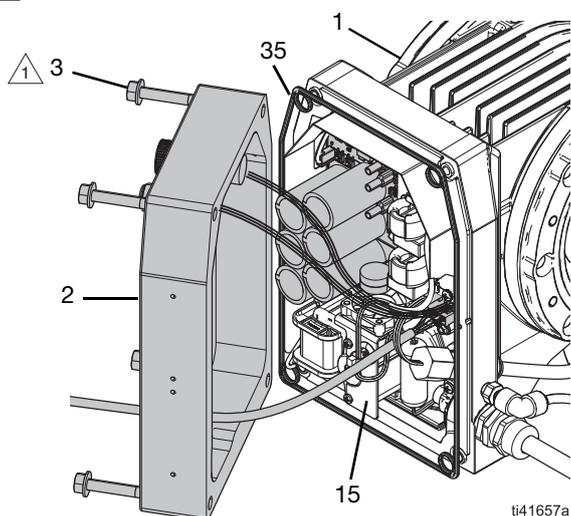

图 2：控制箱盖
3. 小心卸下控制箱盖 (2)：
- a. 小心地将控制箱盖 (2) 从控制板 (15) 上倾斜移开。参考图 2。
- b. 断开连接控制箱盖 (2) 和控制板 (15) 的所有电线。请参考第 44 页的**电气示意图**。
3. 安装控制箱盖 (2)：
- a. 小心地将控制盖 (2) 固定在靠近控制板 (15) 的位置。参考图 2。
- c. 连接从控制盖 (2) 到控制板 (15) 的所有电线。请参考第 44 页的**电气示意图**。